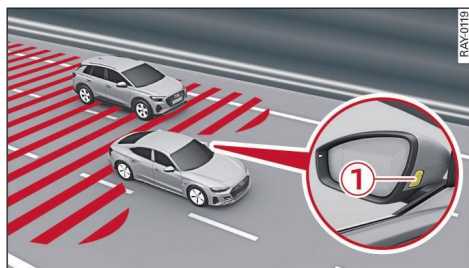

Fig. 119 Situación de conducción e indicación en el retrovisor exterior
- La zona de detección de los sensores $\Rightarrow$ fig. 119 es una representación gráfica y no supone una representación a escala fidedigna del alcance de los sensores.
Si se abre una puerta estando el vehículo parado, parpadea la indicación en el retrovisor exterior  $\Rightarrow$ pág. 173, fig. 119 del lado correspondiente del vehículo y suena una señal acústica en cuanto se detecta a otra persona usuaria de la vía pública en una situación crítica. Si la puerta ya está abierta y se acerca otra persona usuaria de la vía pública, clasificada como crítica, se encienden los testigos.